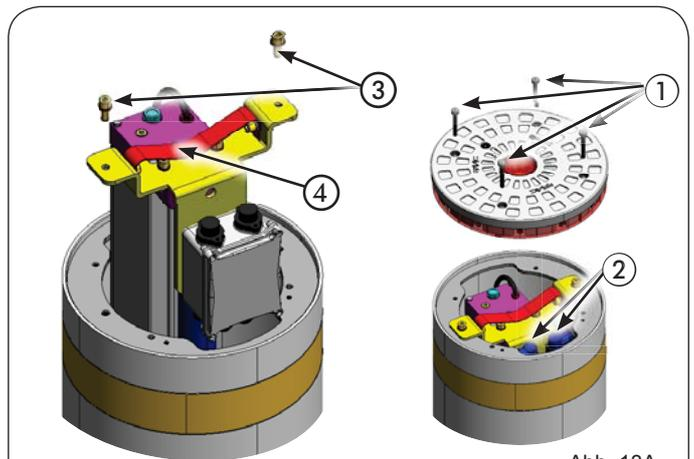

Abb. 13A
1. Den oberen Kopf anheben und hierfür die entsprechenden vier TAMPERTORX T30-Schrauben abschrauben (Abb. 13A, Bez. ①)
2. Die beiden Steckverbinder an der internen Verteilerdose abklemmen (Abb. 13A, Bez. ②)
3. Die beiden Schrauben, mit denen das Hydraulikaggregat am Zylinder befestigt ist, abschrauben (Abb. 13A, Bez. ③)
4. Das Aggregat vollständig mithilfe des entsprechenden Griffs anheben (Abb. 13A, Bez. ④).